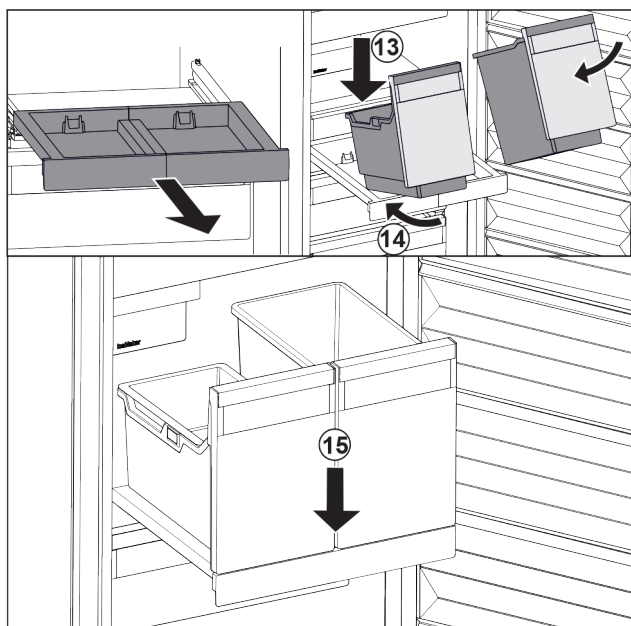

Fig. 24
- ▶ Nasadte nádobu šikmo na vyťahovaciu poličku. Fig. 24 (13)
- ▶ Zasuňte nádobu šikmo dozadu. Fig. 24 (14)
- ▶ Zložte nádobu vpredu. Fig. 24 (15)